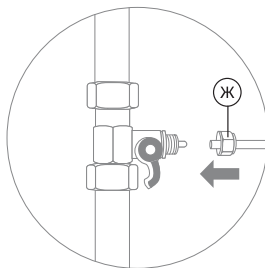
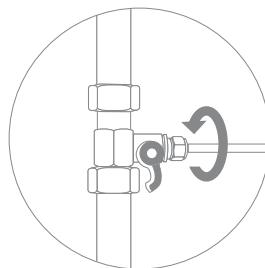

Рис. 9
Рис. 10
2. В гайку (Ж) вставьте пластиковую трубку, идущую на вход в систему (рис. 9). Конiec трубки наденьте на штуцер адаптера-вентили до упора и плотно закрутите гайку (рис. 10).